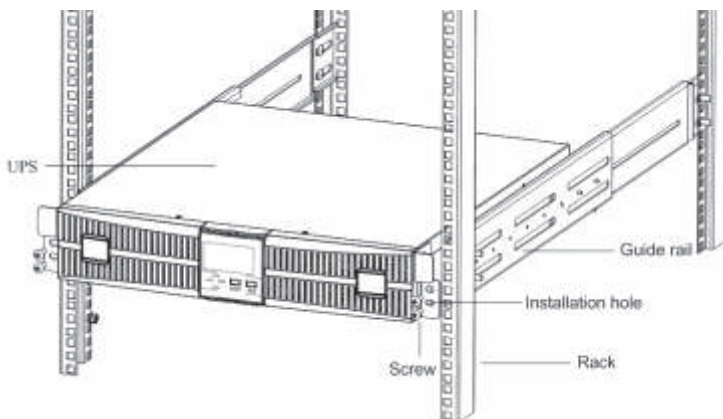

Рис..4-8
- установите ИБП на направляющие рейки стойки, задвиньте ИБП до упора в стойку и зафиксируйте винтами согласно Рис.4-8.